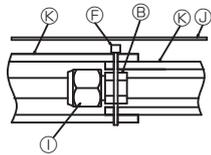

Fig. 3-15
- (2) Envuelva las cubiertas de las tuberías de conexión y asegúrelas con una brida Ⓕ.
- (3) Coloque el aislamiento Ⓛ de modo que cubra las partes cortadas de las tuberías de conexión. (Fig. 3-15)